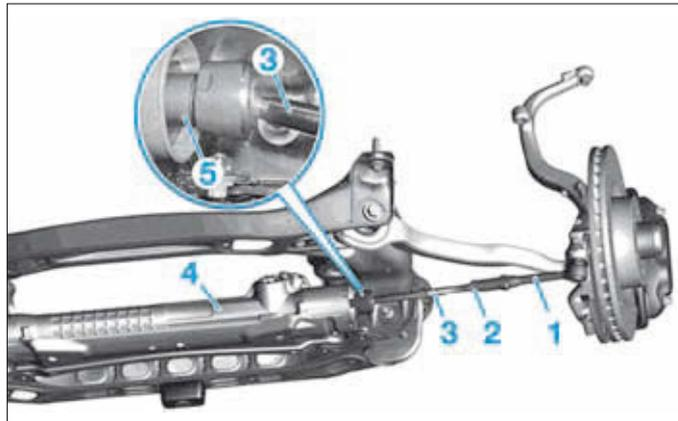

FIG. 8
- Déposer (Fig.8) :
- la rotule de direction (1) (voir opération concernée),
- le contre-écrou (2),
- Dévisser la biellette de direction (3) du boîtier de direction (4).